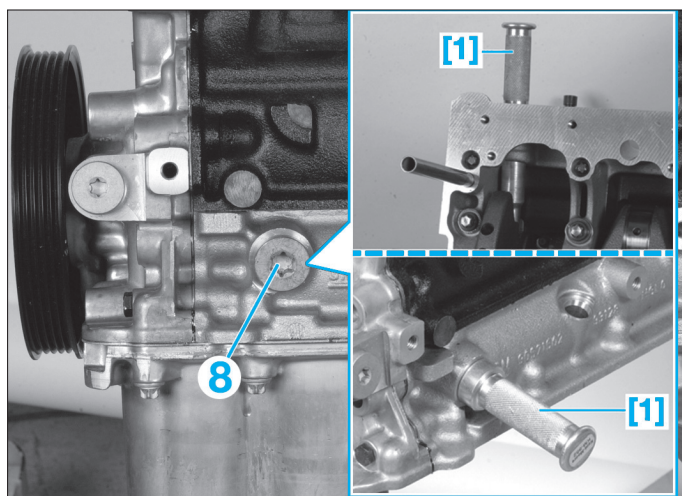

Fig. 37
- Déposer le capteur d'arbre à cames (7).
- Déposer le bouchon d'obturation (8) de pigeage de PMH situé sur le bloc-cylindres (Fig.37).